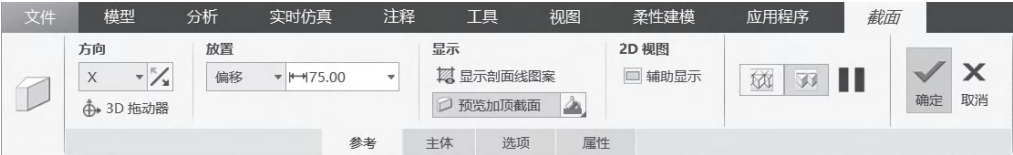
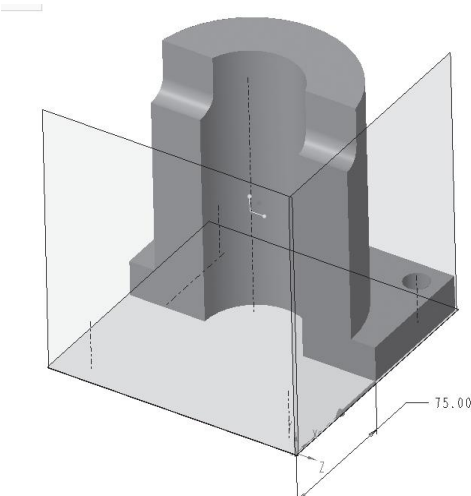

图 1-2-20 “截面”选项卡
图 1-2-21 X 截面效果
(2) 单击“截面”下拉菜单的“X 方向”按钮, 设置“偏移”值为 75.00 (见图 1-2-20), 用以显示 X 截面的视图效果 (见图 1-2-21), 单击“透视图”按钮, 显示效